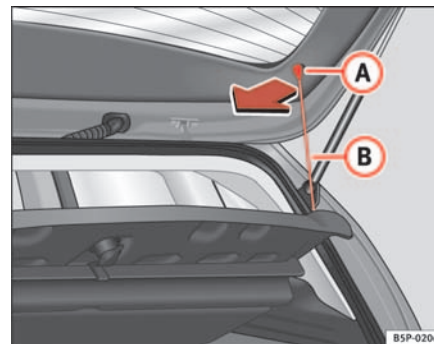

Fig. 121 Pianale portaoggetti
- Sganciare i tiranti ⇒ fig. 121 **(B)** dagli alloggiamenti **(A)**.